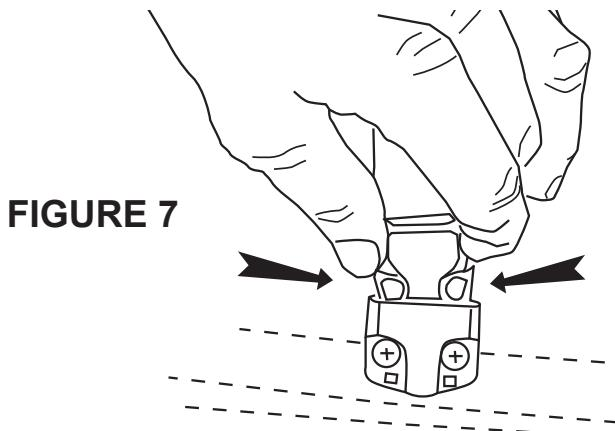

FIGURE 7
6. Unsnap the retaining strap from the front bow and insert the male end into the female end of the front retention buckle. See Figure 7.
6. Déclipser la courroie de retenue de la boucle avant et insérer l'extrémité mâle dans l'extrémité femelle de la boucle de retenue avant. Se reporter à la Figure 7.